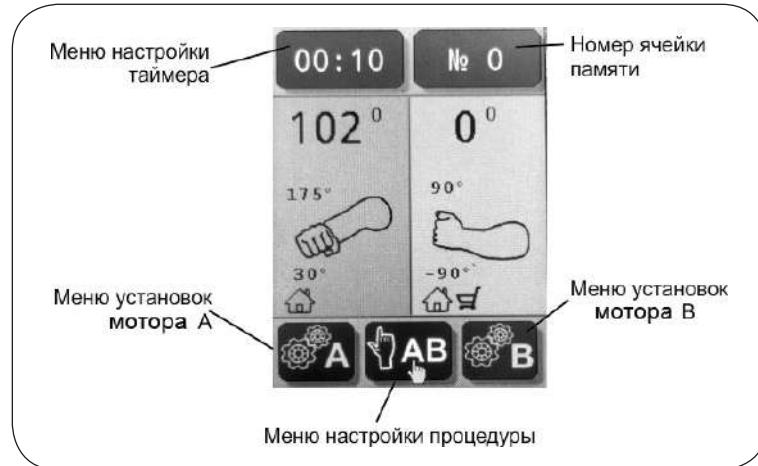

Рисунок 5.4 – Дисплей режима готовности
5.2. Дисплей режима готовности (см. рис. 5.4):
2. Включите Аппарат с помощью выключателя «СЕТЬ» (4). После включения Аппарата слышен звуковой сигнал, на дисплее появляется логотип производителя.
3. По окончании загрузки на дисплее отображается дисплей режима готовности (см. рис. 5.4).